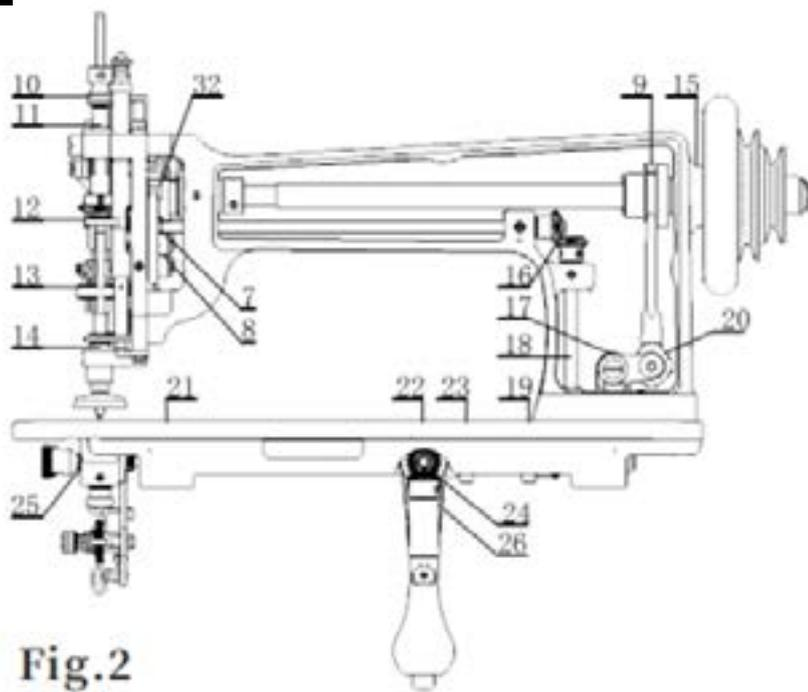
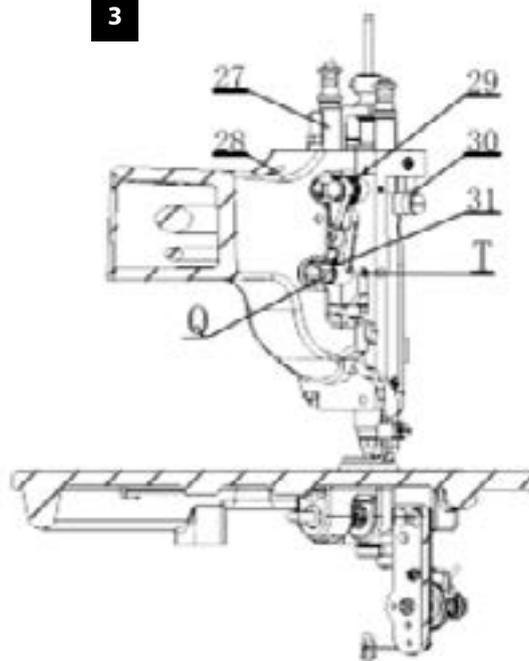
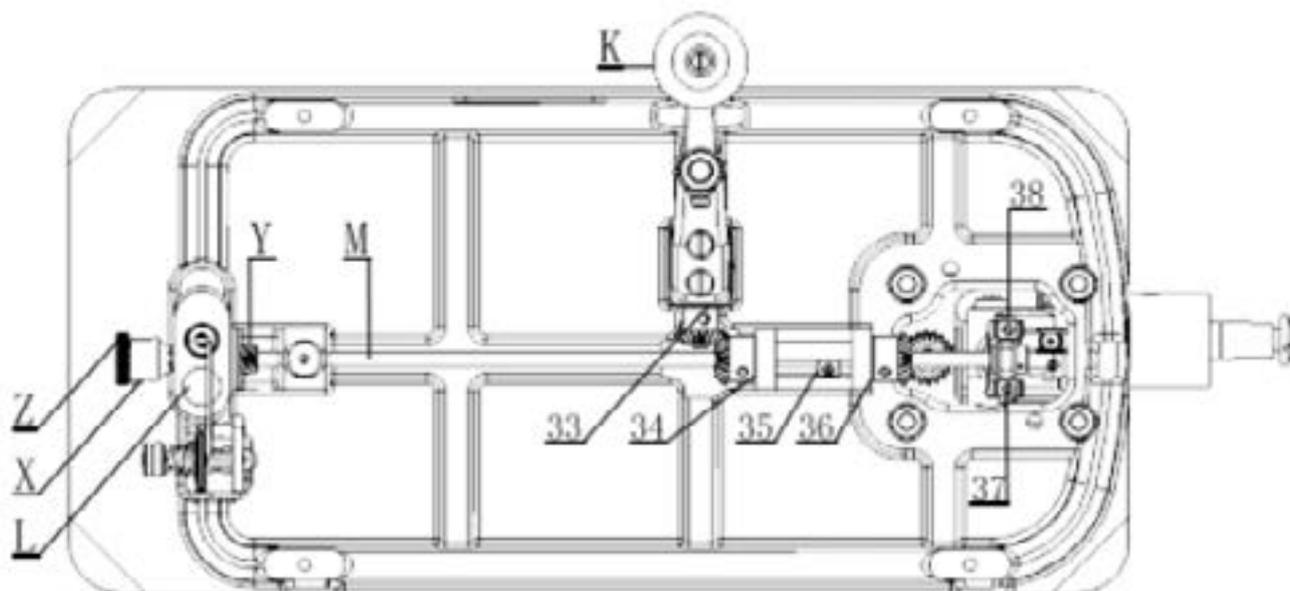
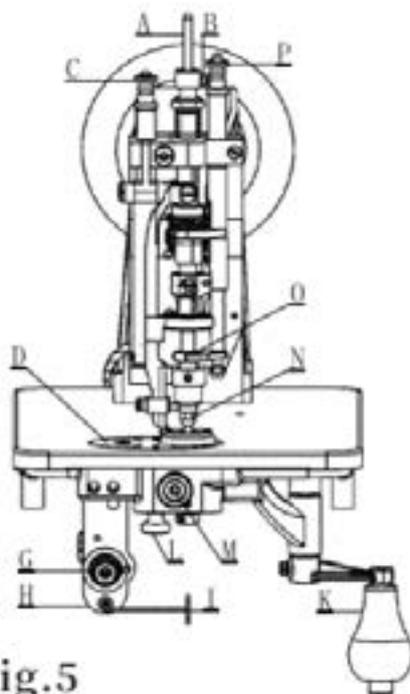

Fig.2
Fig.3
Fig.4
Fig.5
8. СМАЗКА МАШИНЫ (РИС. 1, РИС. 2, РИС. 3, РИС. 4)
Для обеспечения легкого хода и предотвращения износа деталей, находящихся в подвижном контакте, машина требует смазки. Масло следует наносить на места, обозначенные стрелками без букв от №1 до №38 на (Рис. 1, Рис. 2, Рис. 3, Рис. 4).
Нанесите рисунок (Рис. 8) на кусок ткани размером 12 дюймов (ок. 30 см). Поместите ткань под прижимную лапку так, чтобы игла вошла в ткань в точке 1. Поверните рукоятку К (Рис. 3) вправо, крючок иглы повернется в том же направлении. Опустите прижимную лапку, запустите шкив машины, вращая его от себя. Затем удерживайте рукоятку К для пуска машины. При нажатой рукоятке и повороте вправо ткань будет подаваться к точке 2, затем поверните рукоятку вперед – ткань будет подаваться к точке 3, поверните рукоятку влево – ткань будет подаваться к точке 4 и т.д.
16. РЕГУЛИРОВКА ДАВЛЕНИЯ НИТЕПОДАТЧИКА (РИС. 5, РИС. 3)
Давление на нитеподатчик регулируется барашковым винтом P (Рис. 5) в верхней части машины. Чтобы увеличить давление, поверните этот барашковый винт вправо или вниз. Чтобы уменьшить давление, поверните этот барашковый винт влево или вверх.
Чтобы поднять нитеподатчик, вставьте отвертку в отверстие Т (Рис. 3) и ослабьте находящийся там установочный винт. Затем можно повернуть эксцентриковый регулировочный штифт Q так, чтобы установить нитеподатчик на нужную высоту; затем затяните установочный винт в отверстии Т.
17. РЕГУЛИРОВКА ПЕТЛИТЕЛЯ (РИС. 4, РИС. 5)
Выключите машину с помощью трещотки и убедитесь, что она надежно зафиксирована в заблокированном положении. Поднимите иглодержатель, чтобы избежать поломки острия иглы. Снимите игольную пластину, открутив барашковый винт L (Рис. 4), и обратите внимание на выемку в петлителе, которая при правильном положении должна находиться сзади, немного правее иглы, когда рукоятка К обращена вперед.
Откиньте машину назад на шарнирах и поверните рукоятку К (Рис. 4) и барашковый винт В (Рис. 5) вперед. Ослабьте установочный винт Х (Рис. 4) на рабочей червячной шестерне Y и слегка поверните шестерню, пока выемка в петлителе не займет правильное положение, как описано выше. Установив червячную шестерню заподлицо с концом вала петлителя М, затяните установочный винт Х.
18. РЕГУЛИРОВКА ВОРСОВОГО ПЕРЕПЛЕТЕНИЯ (РИС. 4, РИС. 5)
Рельефный ворс или мохровый стежок получается путем регулировки машины так, чтобы она образовывала на материале свободные петли. Для этого поверните рукоятку К вперед, ослабьте барашковый винт В (Рис. 5) и поверните иглодержатель так, чтобы крючок иглы был направлен прямо назад машины, затем затяните барашковый винт.левой рукой дотянитесь под платформу машины, захватите накатанный конец Z (Рис. 4) рабочей червячной шестерни, потяните червячную шестерню влево и, удерживая ее, поверните рукоятку К вправо до упора назад, затем отпустите накатанный конец шестерни. Петлитель установится в направлении, противоположном требуемому для цепного стежка, т.е. выемка петлителя окажется спереди иглы при рукоятке К, находящейся спереди.